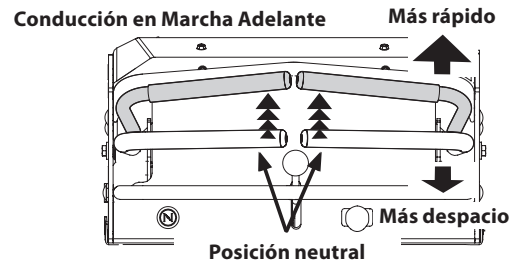

Fig. 11
1. Mueva las palancas de control lenta y suavemente hacia adelante. La cortadora de césped comenzará a desplazarse hacia adelante (Fig. 11).